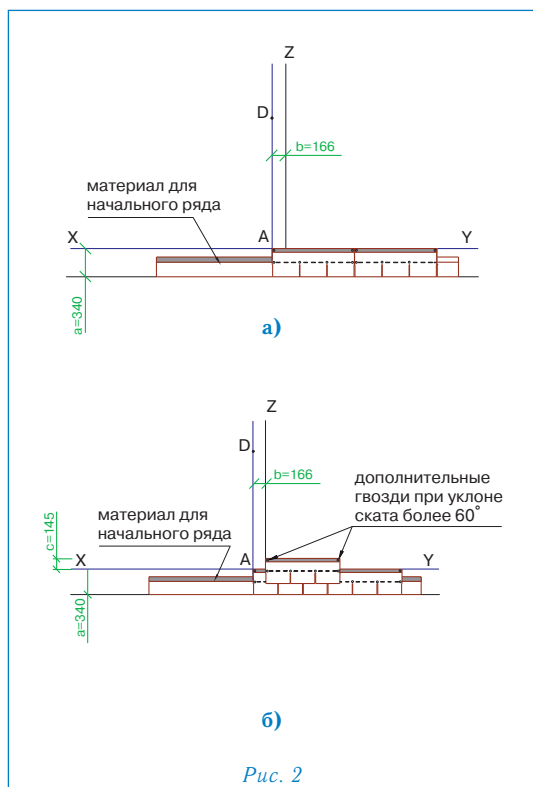

Рис. 2
### Укладка материала (рис. 2)
- По линии карниза укладывается специальный самоклеящийся рулонный материал для начального ряда, при этом предварительно снимается защитная пленка с его изнаночной стороны (рис. 2а);
- укладка черепицы начинается от линии AD, при этом ее верхний край выравнивается по линии XY (рис. 2б);
- следующий ряд укладывается от линии Z (со смещением 16,6 см от AD) (рис. 2б);